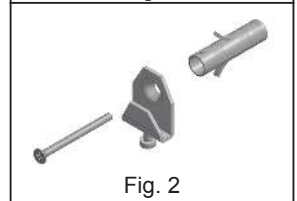

Fig. 2
- a) 2 nivellerende haken met bevestiging met meegeleverde expansiepluggen (Fig. 2).
- 7) Hang de kap aan het bevestigingssysteem (fig. 2 en 3) en voer de nivellering uit met behulp van de stelschroef.